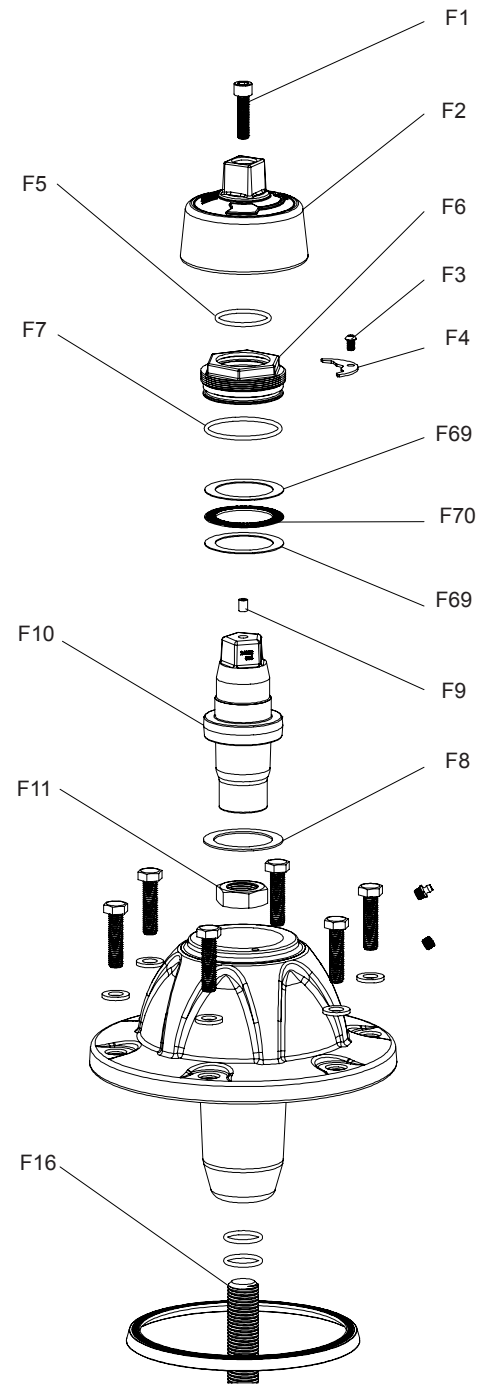

Fig. 12
7. Instale las carreras del cojinete de empuje (F69) y el cojinete de empuje (F70), como se muestra en la Fig. 12.